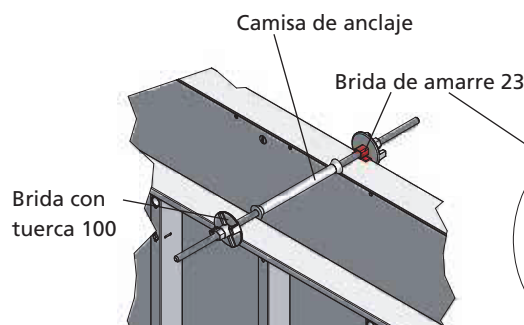

Fig. 28.8
■ O utilizando una brida de amarre 23. Dos bridas de amarre 23, una varilla de ensamble DW 15 y dos bridas con tuerca 100 son necesarias por orificio (Fig. 28.8). Se recomienda utilizar una camisa de anclaje como espaciador entre los paneles que se encuentran opuestos entre sí. Esto también con el fin de proteger el anclaje de suciedad.